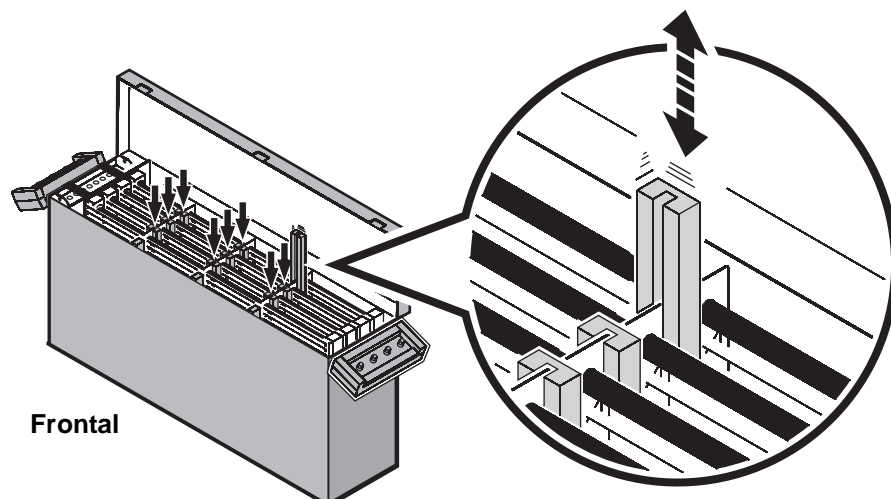

Figura 3: Orientación de las tiras de protección
2. Insertar las tiras de protección suministradas con el flightcase de forma que el canal de cada una de las tiras mire hacia el frontal del flightcase y se deslice sobre los soporte de plástico transparente tal y como muestra la Figura 3.